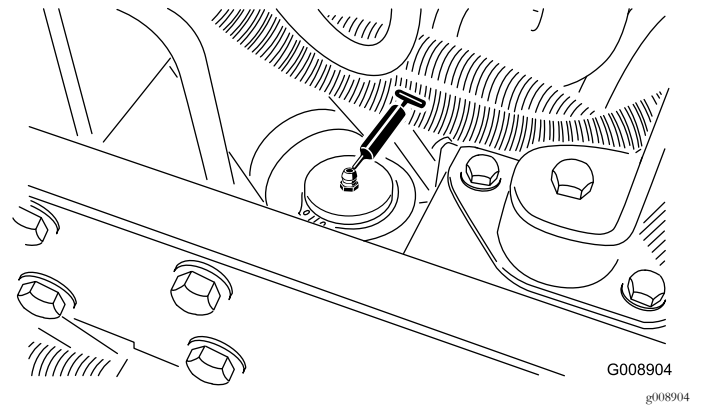

Figure 60
- Vérin de direction (Figure 60).